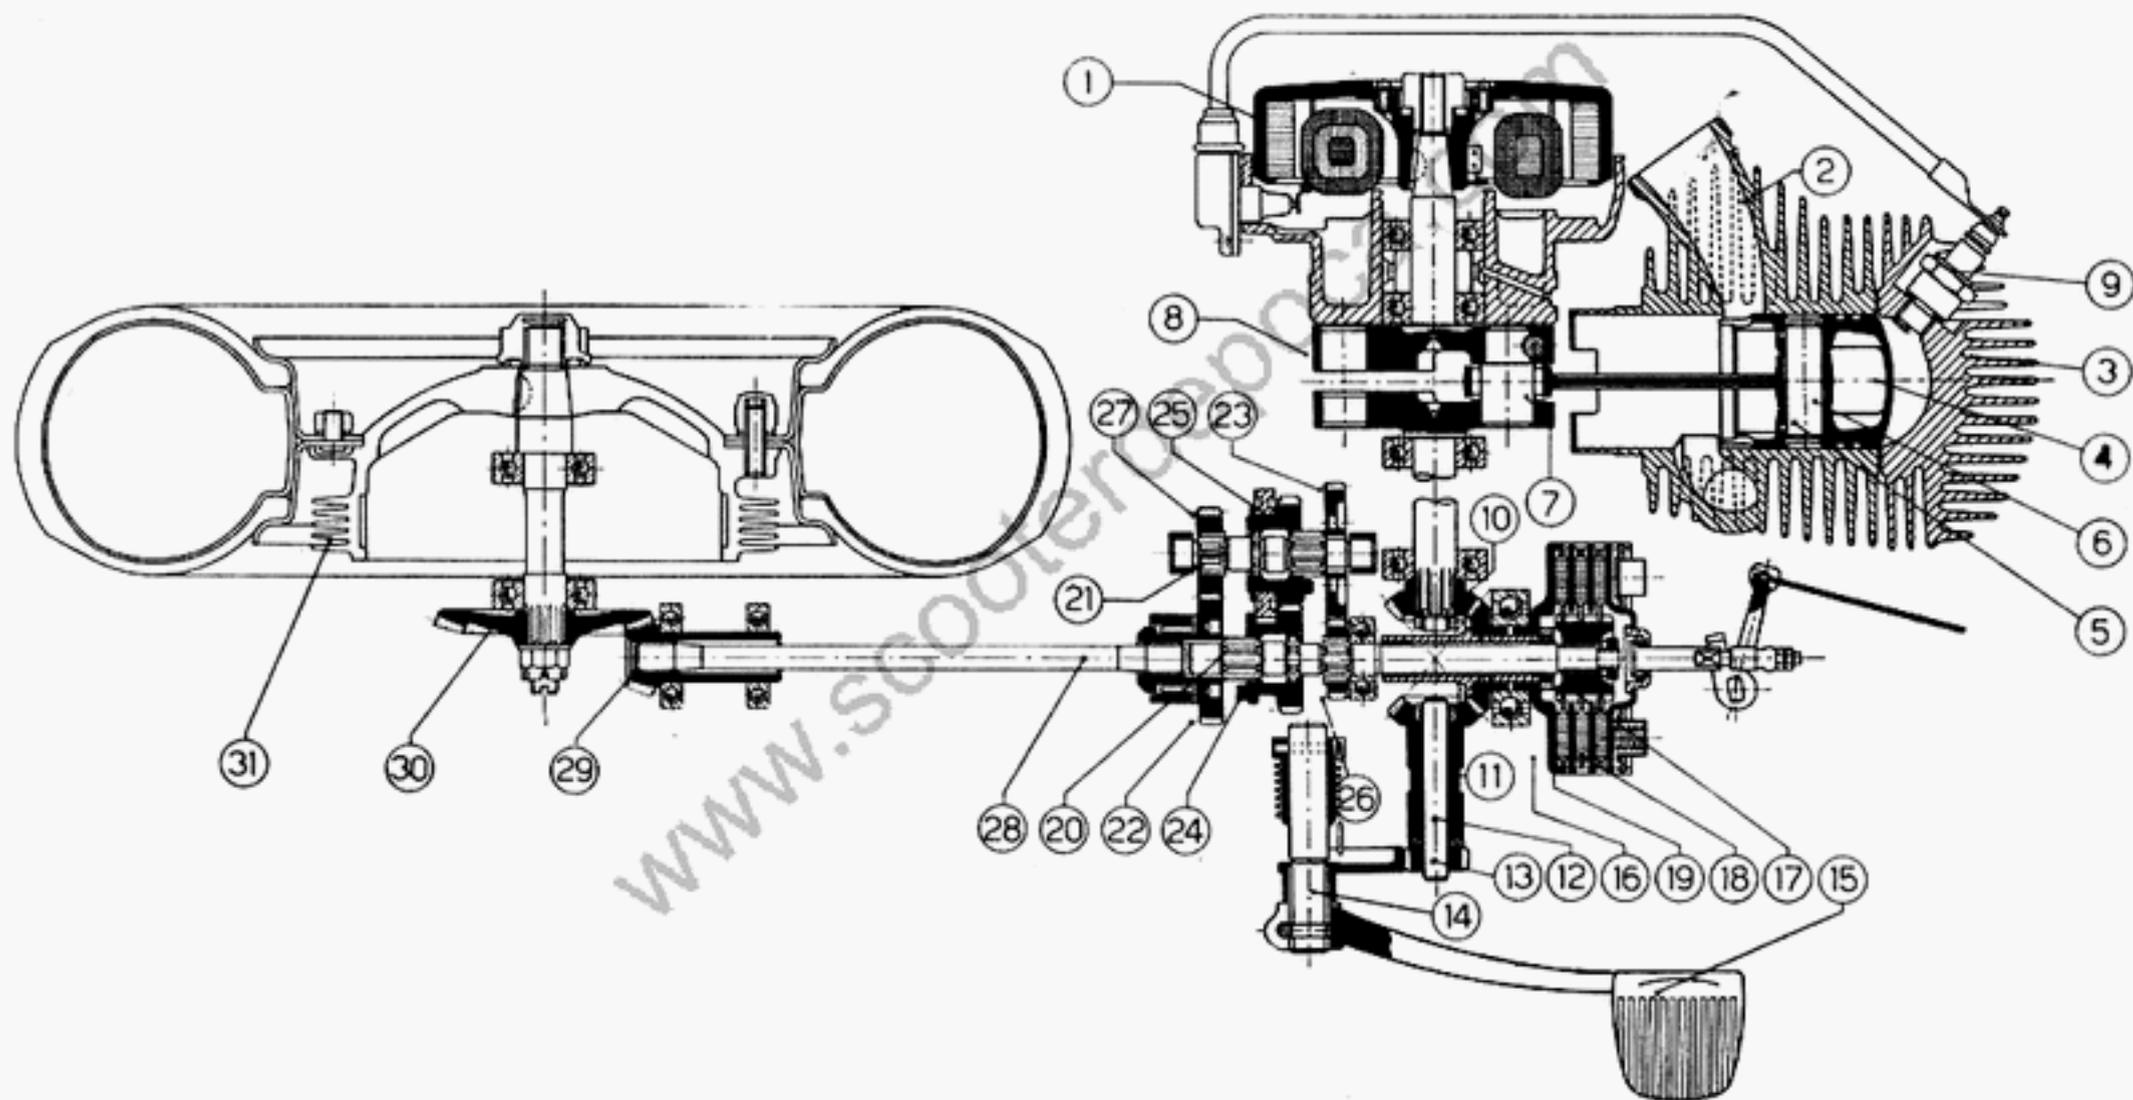

Fig. 6
Il carter motore ed il carter trasmissione fusi in silumin ed ulteriormente trattati, hanno, oltre la funzione suddetta, il compito di racchiudere tutti gli organi principali del motore. Sulla sinistra del carter motore è disposto il **volano magnete** (1) (vedi fig. 6) che, oltre a generare la corrente ad alta tensione per l'accensione della miscela carburante nel motore, fornisce anche l'energia a bassa tensione necessaria all'alimentazione dei fanali e dell'avvisatore acustico. Sulla destra sono situati: la **frizione**, il **cambio** e gli organi di trasmissione, mentre al centro è il **gruppo motore vero e proprio**.